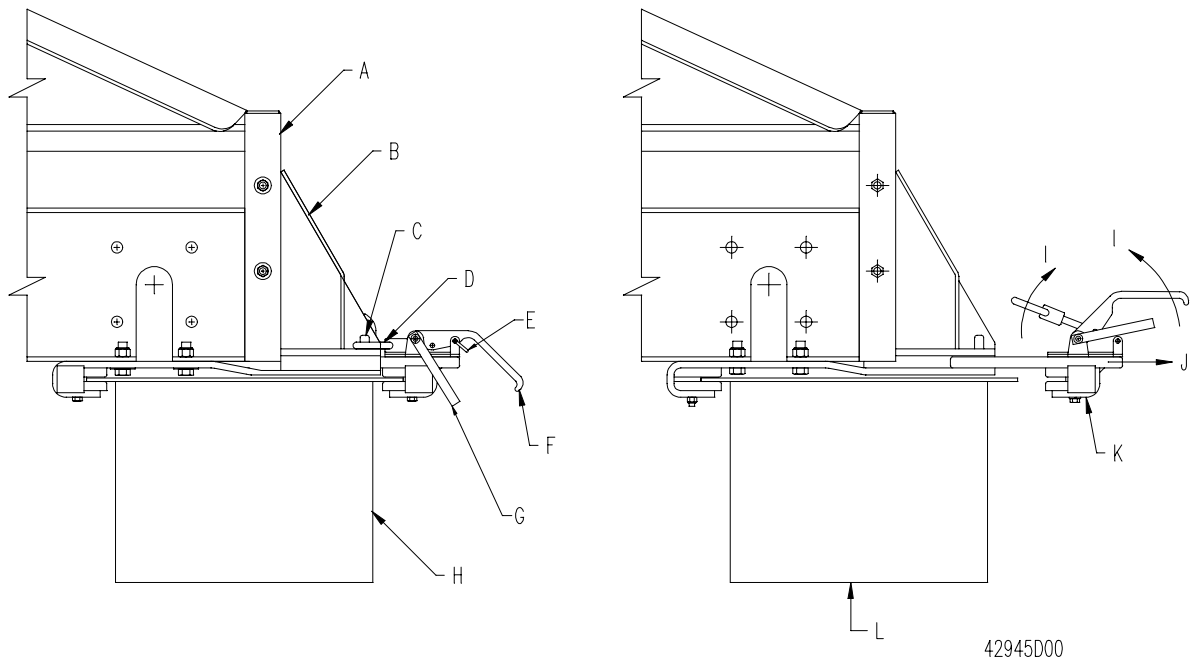

Figure 7 : Installation / retrait d'un accessoire
3. Levez le verrou de sécurité, puis levez les poignées de serrage de l'accessoire et dégagez les bagues de blocage des goupilles de blocage (Figure 7).